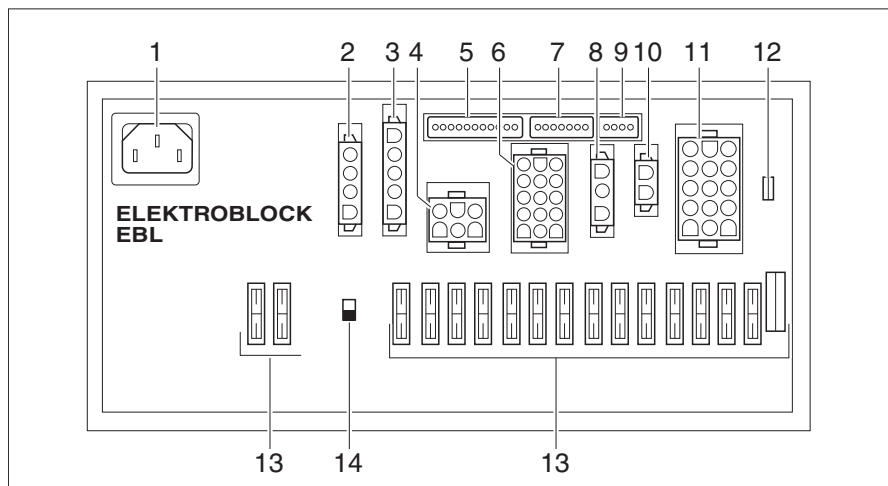

Fig. 264 Bloque eléctrico (EBL 102)
En función del modelo, el bloque eléctrico (Fig. 264) se encontrará en la consola de asiento debajo del asiento del conductor o en la zona del garaje o del grupo de asientos del bar (Globeline).
- ▷ El separador de batería (Fig. 264,14) desconecta todos los consumidores que están conectados al bloque eléctrico, de la fuente de alimentación 12 V.